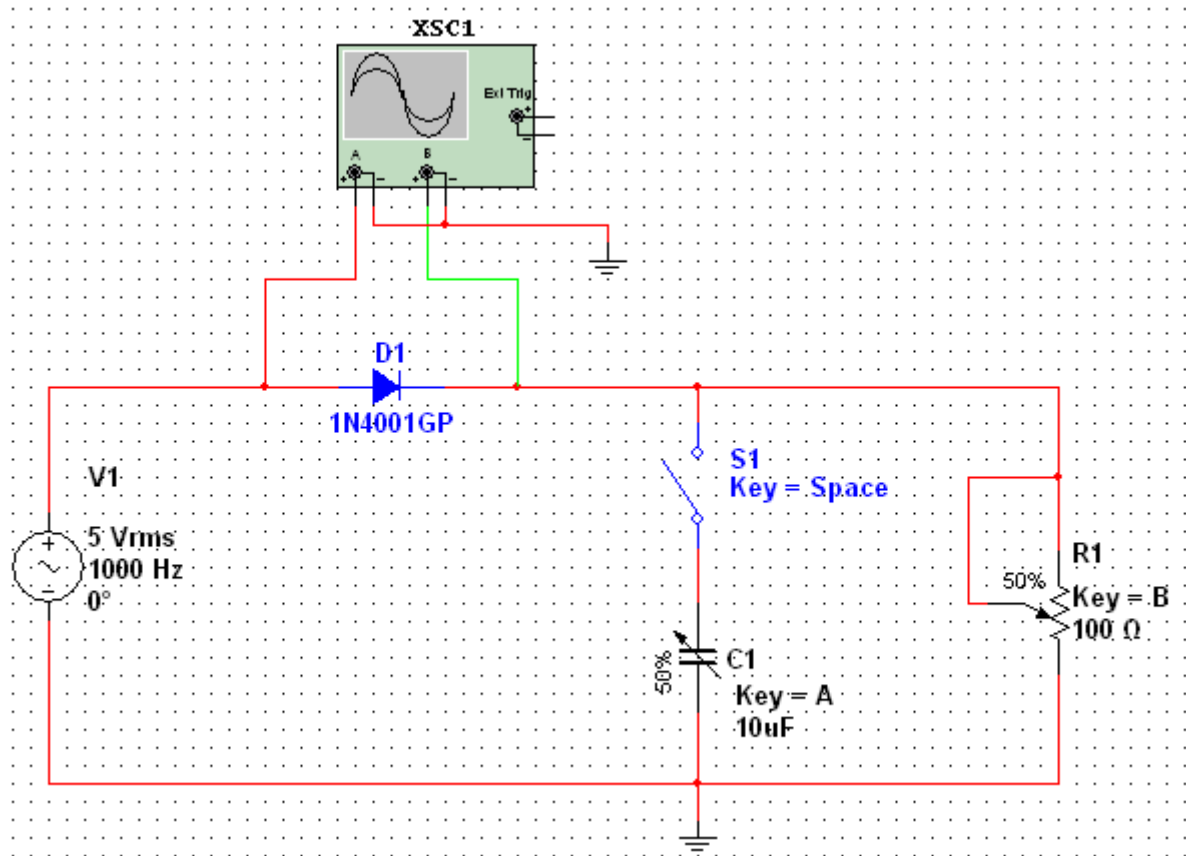

Рис. 3.7 Схема електрична принципова однонапівперіодного випрямляча на напівпровідниковому діоді
Середнє значення вихідної напруги  $U_d$  (постійна складова) однонапівперіодного випрямляча (рис. 3.7) визначається за формулою:
4. Побудувати схему однонапівперіодного випрямляча. Вивчити призначення всіх елементів схеми (рис. 3.7). Ключ DIPSW1 знаходиться в бібліотеці Basic, група SWITCH.